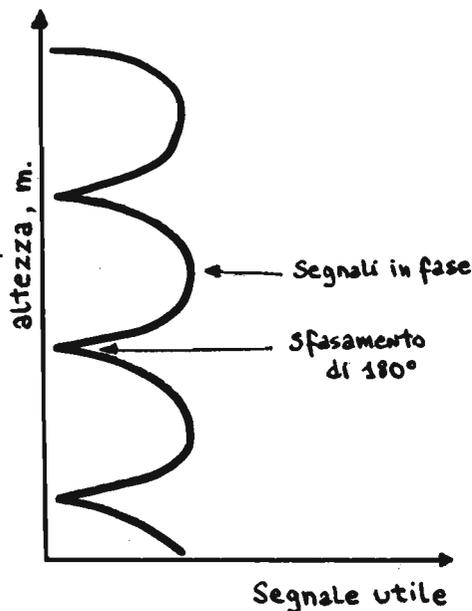

Figura 5 - Andamento del segnale utile rilevato col misuratore di campo in funzione dell'altezza dell'antenna ricevente dal suolo.
La figura 5 chiarisce come la piastrina a circuito stampato, completamente montata, viene installata all'interno del contenitore cilindrico: per rendere stabile la sua posizione, conviene preparare due supporti isolanti, ricavati da un cilindro in legno o in materiale plastico, e tagliati in modo tale da assumere la forma chiaramente visibile nella suddetta figura. In questo disegno viene precisata anche: la posizione dei diodi fotoemittenti, di cui uno solo visibile, a causa della posizione in prospettiva; la posizione in cui risulta disponibile il terminale flessibile per il collegamento al puntale, oltre ad altri particolari che possono essere di un certo interesse per la realizzazione pratica.
*Figura 5 - Rappresentazione della sonda vista in sezione trasversale: il disegno chiarisce la posizione del circuito stampato e il sistema di fissaggio all'interno del contenitore.*
Poiché la distanza metrica (e quindi la possibilità di trovarsi sfasati) percorsa da ogni segnale è diversa a seconda dell'altezza dell'antenna ricevente, bisognerà trovare un punto adatto sulla verticale tale che in quel punto i segnali si sommino per dare un massimo, cioè siano in fase. Infatti, questa differenza di cammino è ciclica e dà luogo ad una disposizione spaziale di massimi e minimi, come illustrato in figura 5. È per questo motivo che quando si installa un'antenna ricevente si deve alzarla od abbassarla sull'asta di supporto fino a trovare l'altezza ottimale di funzionamento.